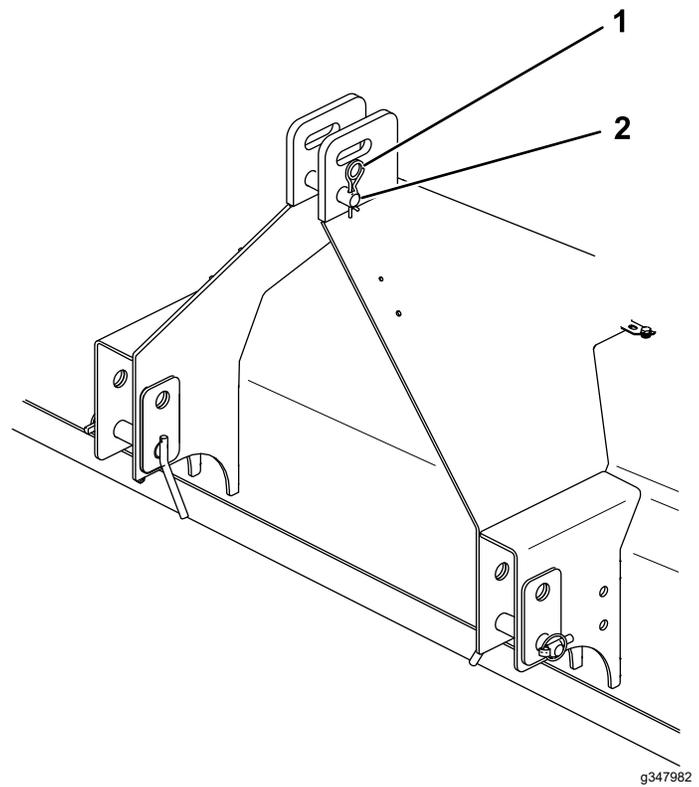

Figure 8
2. Retirez les goupilles fendues des goupilles d'attelage (Figure 8).